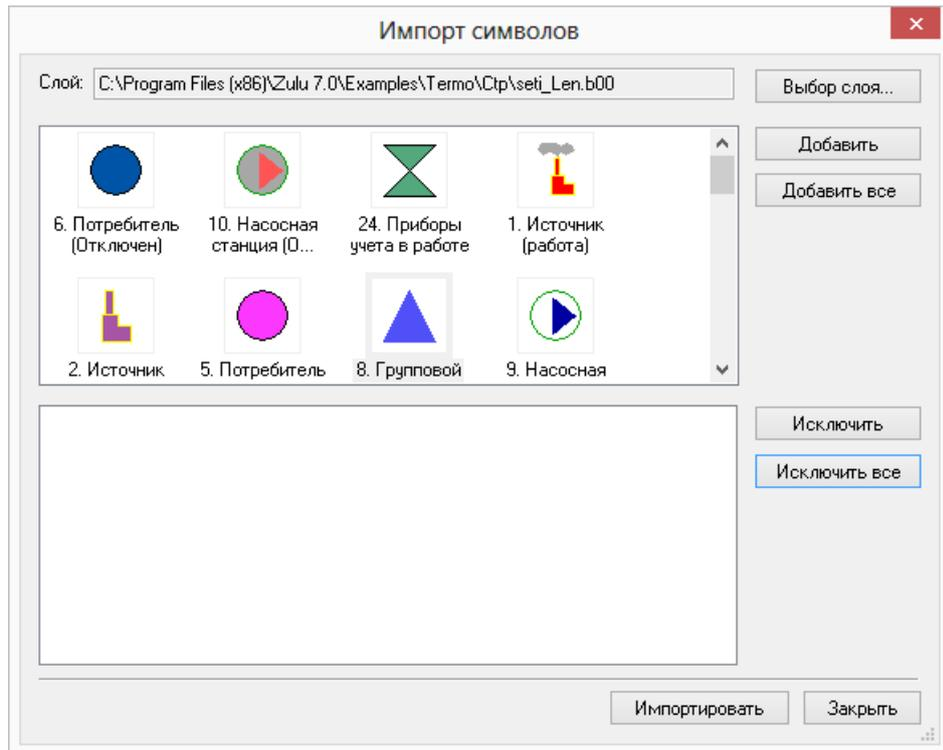

Рисунок 4.7. Окно импорта символов
- Все символы выбранного слоя появятся в верхнем списке символов, как на Рисунок 4.7, «Окно импорта символов». В нижнем списке отображаются выбранные символы для импорта. Если вы случайно выбрали не тот слой-источник, нужно нажать на кнопку Выбор слоя, чтобы указать новый.